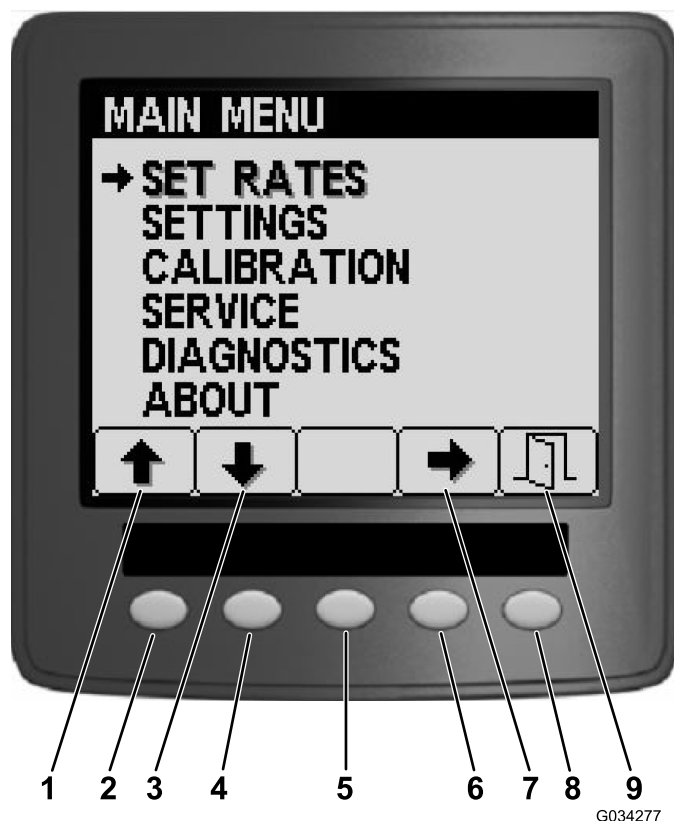
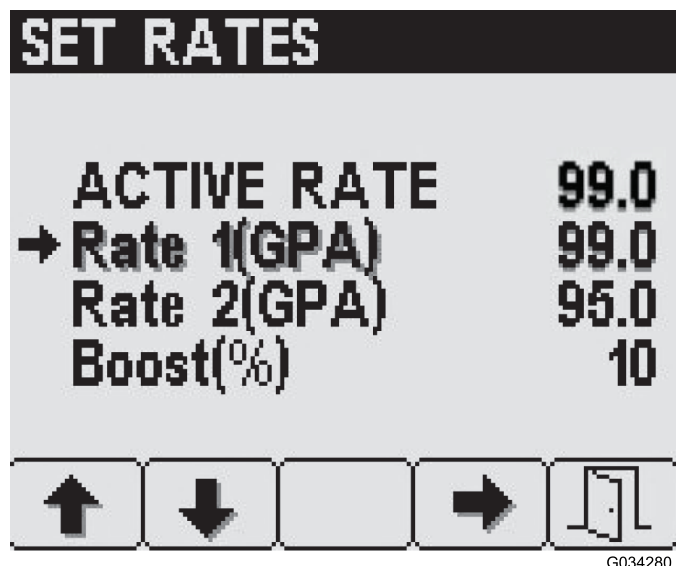

図 6
図 7
メインメニュー画面からは、レート設定Set Rates画面、設定Settings画面、補正Calibration画面、整備Service画面、診断Diagnostics画面、および基本情報About画面を選択できます 図 6。
メインメニューでボタン2を何度か押して図 6 Set Rates へ移動し、ボタン4で Set Rates を選択します図 7。
1. ボタン1または2を押して希望する増減パーセントを表示させる図 7。
メインメニューでボタン2を何度か押して図 6 Settings へ移動し、ボタン4で Settings を選択します図 9。